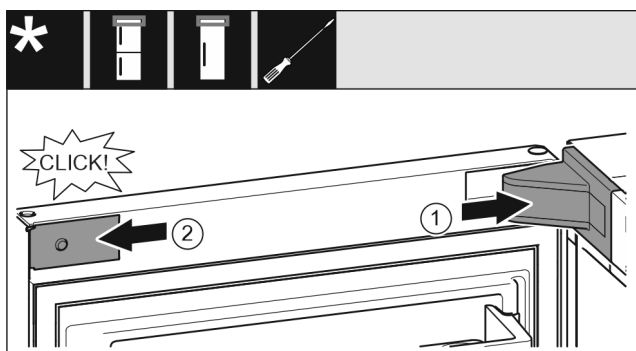

Fig. 22
- ▶ Założyć osłonę płytki zawiasu Fig. 22 (1) i zazębnić, ew. ostrożnie odsunąć.
- ▶ Założyć zaślepkę Fig. 22 (2) z boku i zazębnić.